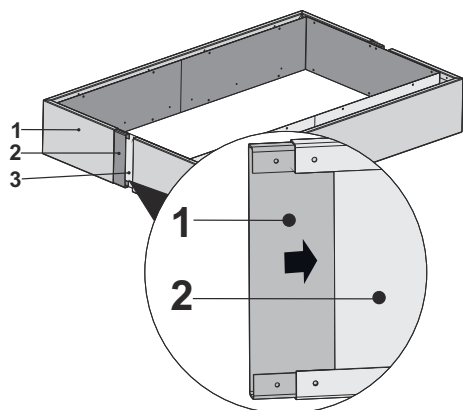

Fig. 6
2. Saml karrosseristøttepladen, således at monteringshullerne på den yderste højre/venstre plade falder sammen (Fig. 6).